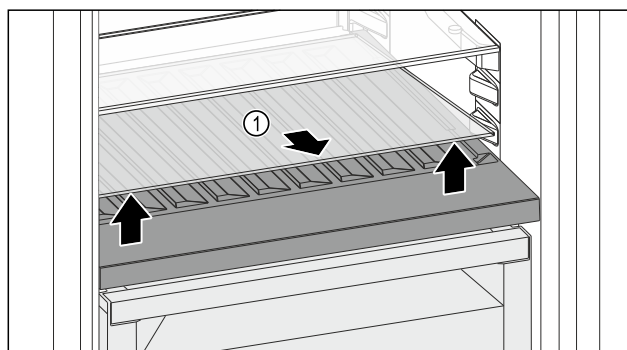

Fig. 161
- Podignite staklenu ploču Fig. 161 (1) na otvoru sprijeda i izvadite je.
- Čuvajte staklenu ploču Fig. 161 (1) na sigurnom izvan uređaja.
- Uložite staklenu ploču (2) ispod promjenjive police za boce.